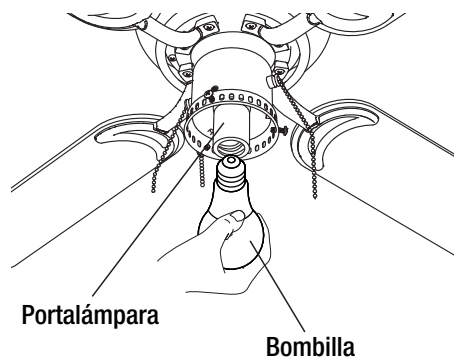

Figura 13
- Instale una bombilla (máx. 9W, LED, base de tornillo mediano) al portalámpara (Figura 13).